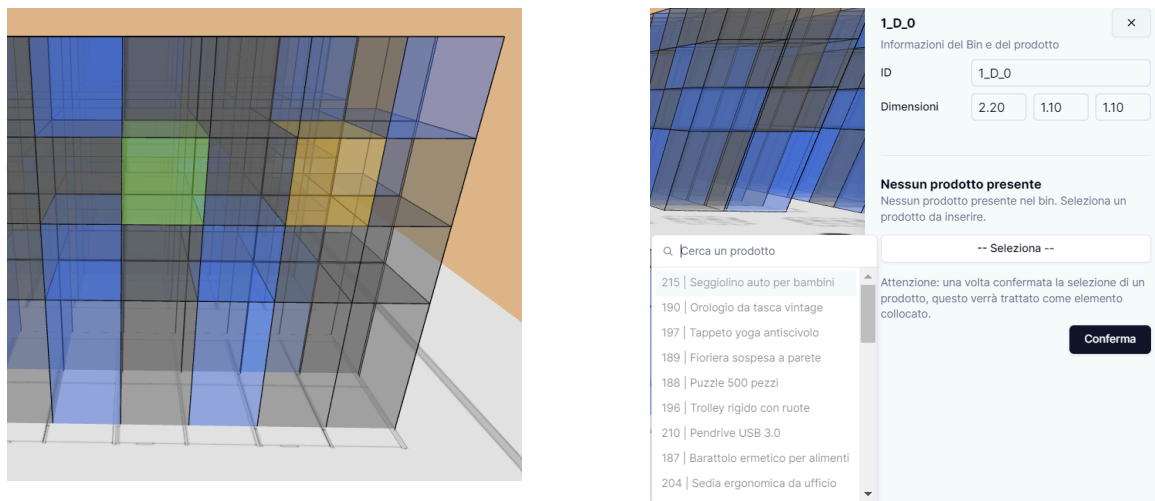

Figura 23: Spostamento prodotti con drag and drop (sinistra), menù spostamento prodotti non collocati (destra)
In basso a destra nello schermo, una notifica avviserà della possibilità o meno di effettuare lo spostamento. In caso di esito positivo, i bin_G di partenza e di arrivo verranno evidenziati rispettivamente in giallo e verde, come rappresentato in Figura 23
- nel menù che apparirà (Figura 23), premere il pulsante **Seleziona**;